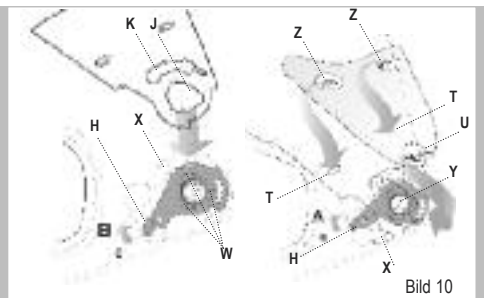

Bild 10
**Montage:** - siehe Bild 10
### **Montage des Covers - siehe Bild 10**